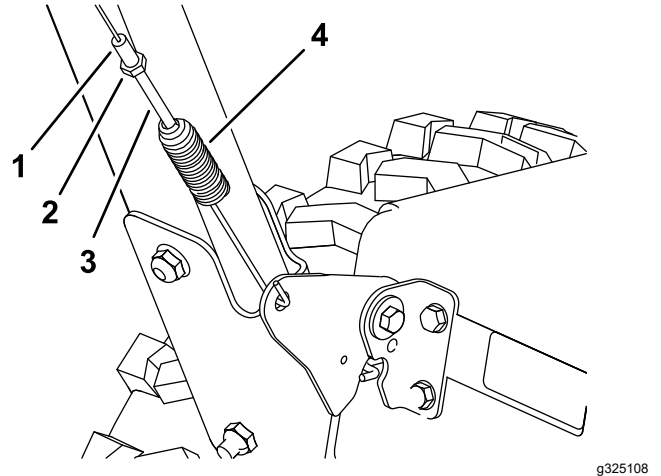
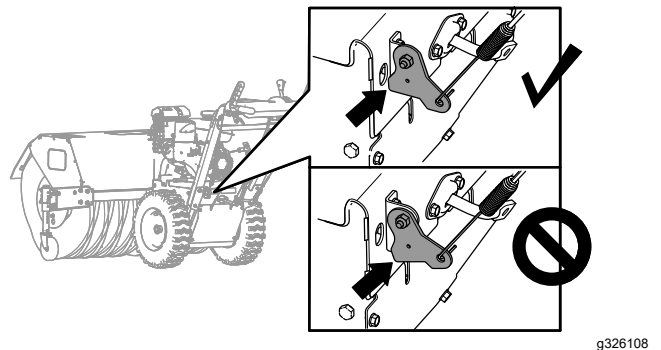

Bild 34
Bild 35
1. Lösen Sie die Klemmmutter (Bild 34).
2. Drehen Sie den Federspannungssteller, bis der Bowdenzug stramm ist (Bild 34) und die Unterseite der Halterung die obere Platte der Maschine berührt (Bild 35).
3. Ziehen Sie die Klemmmutter an (Bild 34).